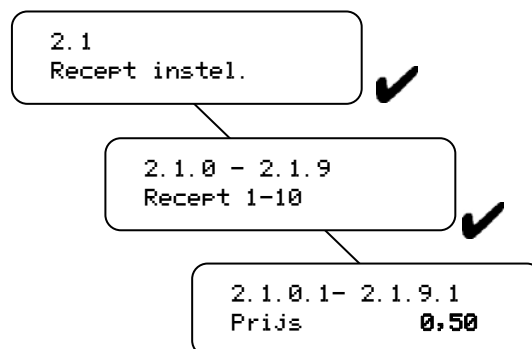

Fig. 24
- Stel een prijs (fig. 24) in bij menu item 2.1.0.1 t/m 2.1.9.1.